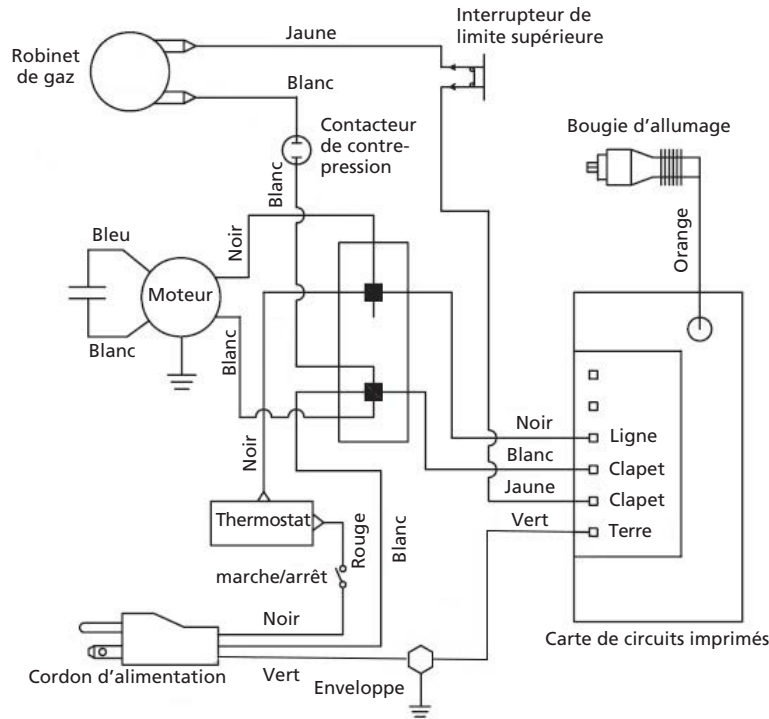

Figure 8 - Schéma de câblage
10. Reconnecter les fils conducteurs comme l'illustre le schéma de câblage (Figure 8).